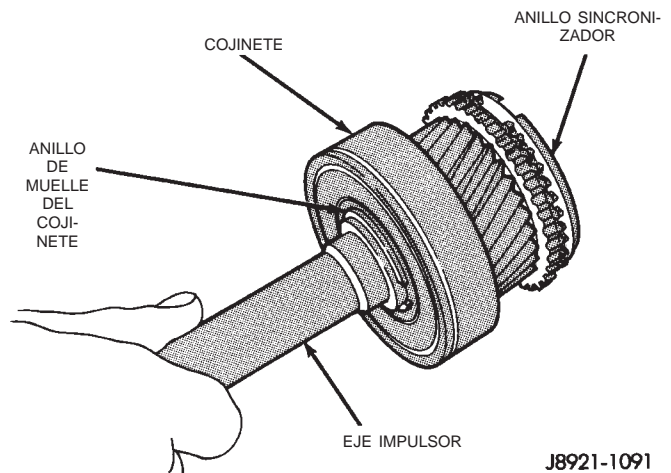

Fig. 108 Componentes del eje impulsor
(4) Retire el anillo sincronizador del engranaje de cuarta velocidad del eje impulsor (Fig. 108).
(5) Retire el anillo de muelle de ajuste selectivo que fija el cojinete del eje impulsor al eje impulsor.